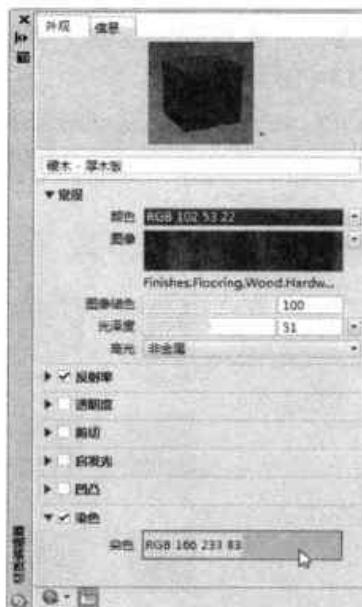

图14-18 调整材质颜色
**Step 06** 勾选“染色”复选框，并单击“染色”选项，打开“选择颜色”对话框，调整好着色颜色，单击“确定”按钮即可完成材质着色的设置，结果如图 14-18 所示。